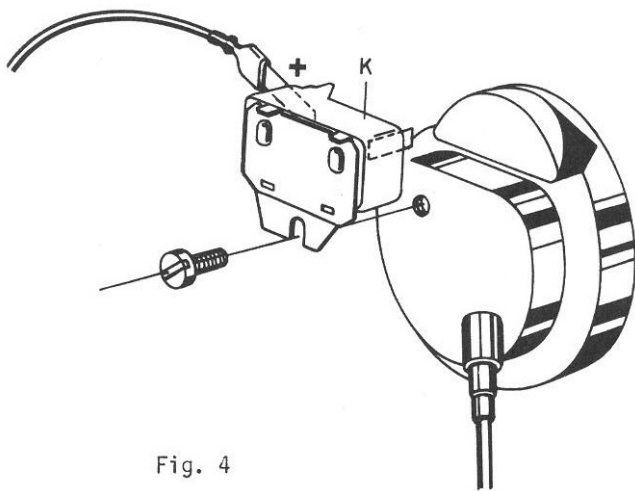

Fig. 4
- Pos. K Gegen den vorhandenen Spannungskonstanthalter austauschen Fig. 4